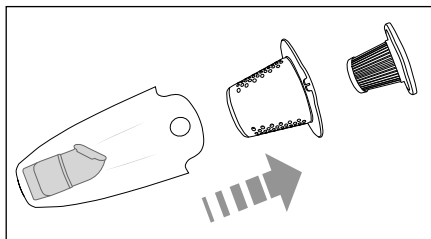

Fig. 5
- 3) Mai întâi scoateți filtrul EPA 7 și filtrul grosier 8 din rezervorul de colectare a murdăriei 9 (fig. 5). Scuturați ambele filtre 7/8 într-un coș de gunoi. La nevoie, puteți clăti filtrele 7/8 cu apă curată. Lăsați filtrele 7/8 apoi să se usuce complet la aer înainte de a le introduce la loc.